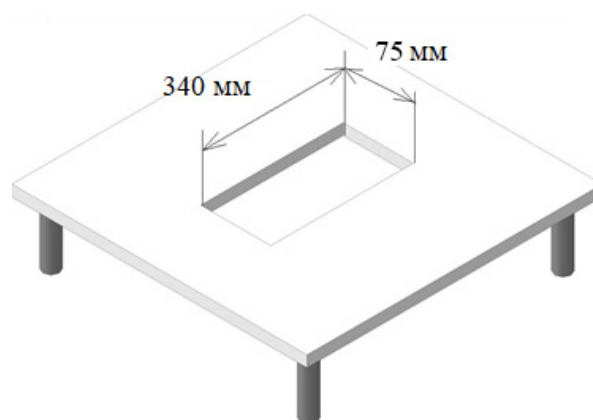

Рис. 2
1. Вырезать монтажное отверстие размером: 340 x 75 мм (рис. 2).